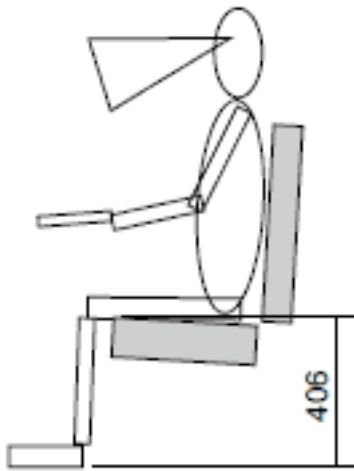

Рис. 1.4. Сидящий манекен
- Придать манекену нужную позу, перемещая и поворачивая сегменты конечностей (рис. 1.4).